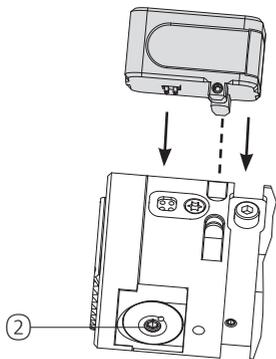

Рис. 1
(Рис. 1, 2, 3):
2. Прикрепите считывающее устройство на инструмент, используя соответствующие канавки (совместив точки контакта, рис. 1)